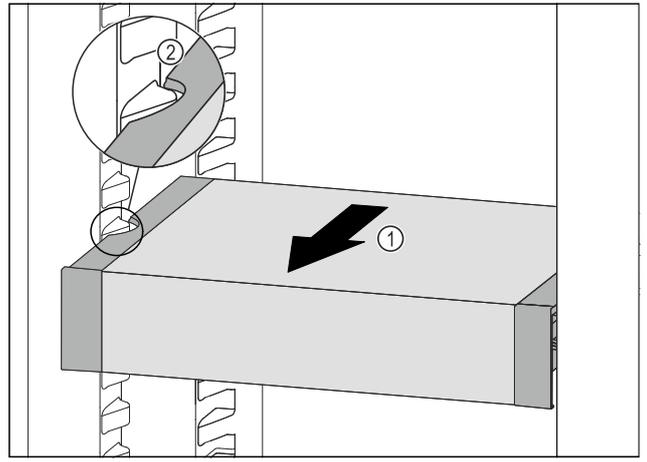

Fig. 88
- ▶ Потягнути VarioSafe вперед Fig. 88 (1), поки бокові заглиблення VarioSafe не опиняться на рівні ребра для ємності в охолоджувальному відділенні. Fig. 88 (2)